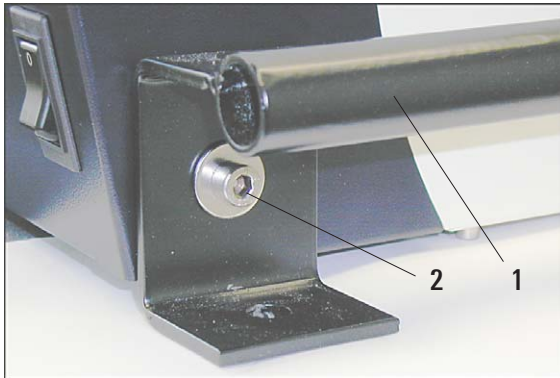

Abb. 5
- Zum Hochheben das Gerät an den Transportgriffen (1, Abb. 5) anfassen.
- Die Transportgriffe (1) abschrauben und aufbewahren. Dazu die Schrauben (2) lösen und herausrauben (Inbusschlüssel SW 6).